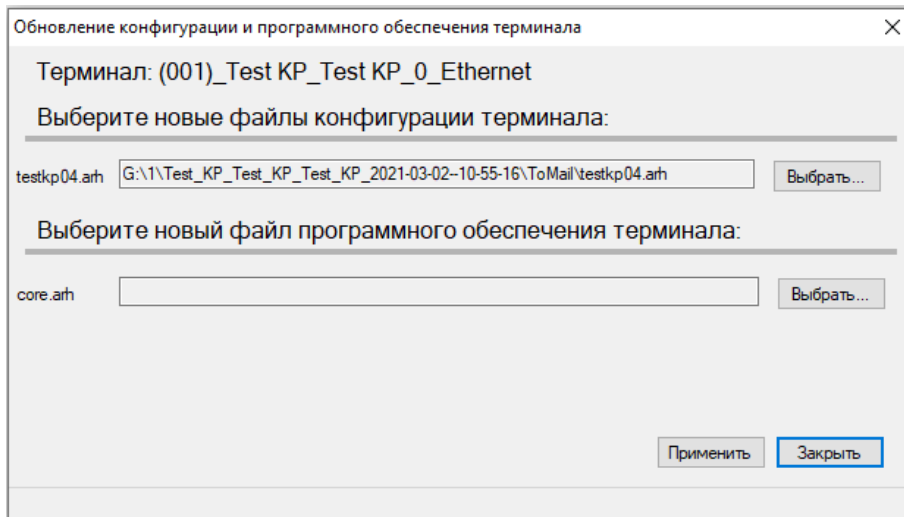

Рисунок 6.4
6.3.1 Обновление конфигурации терминала осуществляется через пункт меню **Файл** → **Обновление конфигурации и ПО....** При этом появляется диалоговое окно, в котором необходимо указать путь к файлу конфигурации (см. рисунок 6.4).